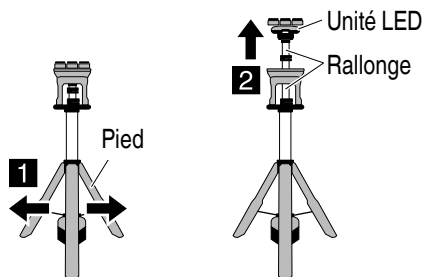

Fig. 9
- Assurez-vous d'ouvrir les pieds avant d'étendre la tige. (Fig. 9)